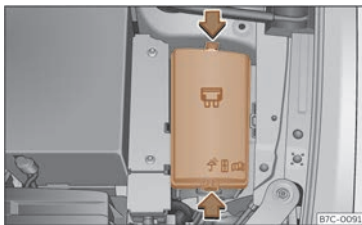

Abb. 189 Im Motorraum: Abdeckung des Sicherungskastens.
- Verriegelungstasten drücken, um die Abdeckung des Sicherungskastens >>> (Abb. 189) zu entriegeln.